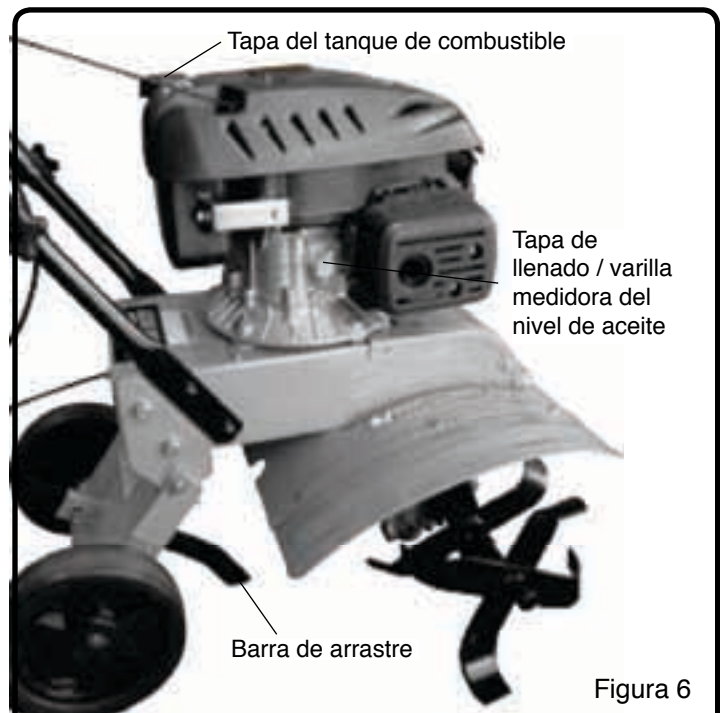

Figura 6
1. Colocar la motocultivadora sobre una superficie plana y asegurarse de que la barra de arrastre esté colocada de modo que el bastidor principal de la motocultivadora esté a nivel. (Véase la Figura 6)